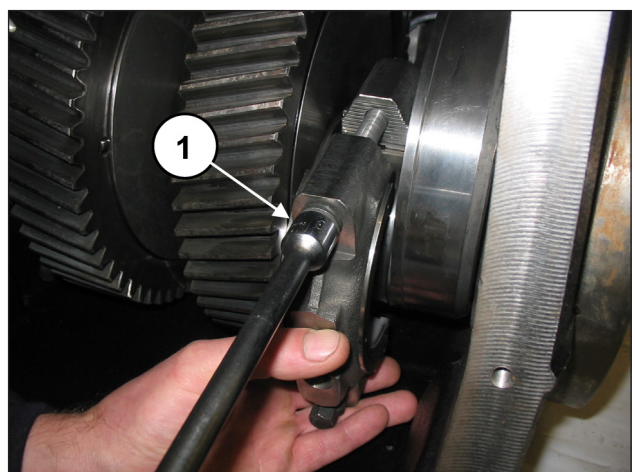

Fig. 83
Fixe os chapéus nas semi-hastes mediante os parafusos M12x1.25x87 (pos. ①, Fig. 83).